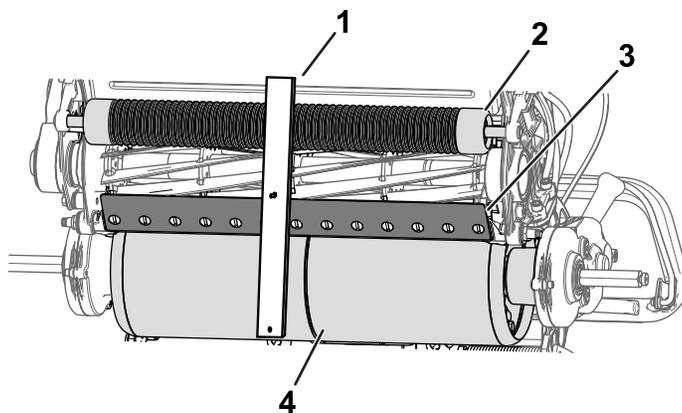

Figure 13
2. Accrochez la tête de la vis du gabarit de hauteur de coupe au tranchant sur le côté droit de la contre-lame et appuyez l'arrière du gabarit contre l'arrière du tambour de traction (Figure 13).